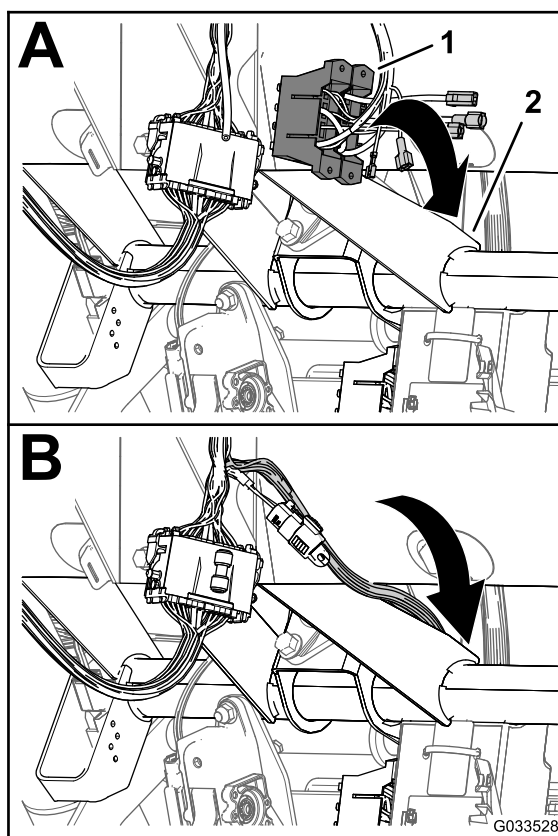

Figure 24
1. Sur la console de commande du pulvérisateur, acheminez la branche du faisceau avant avec les porte-fusibles entre le bas de la planche de bord et le tube transversal du châssis de la machine, puis faites-la descendre vers l'avant du porte-fusibles de la machine (Figure 24).